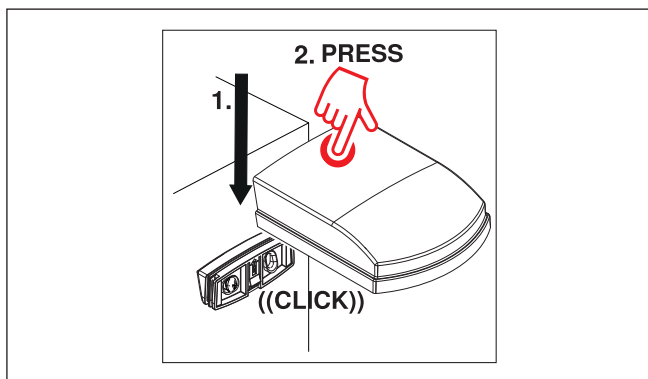

Abb. 4 Installation
- Schieben Sie den WMS Photosensor von oben auf die Wandhalterung auf und drücken Sie an der markierten Stelle **PRESS HERE (CLICK)** nach unten, bis der Photosensor hörbar einrastet ((CLICK)) (Abb. 4).